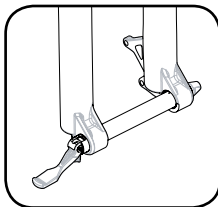

Fig. 2
1. Coloque a patilha Maxle na posição aberta (fig. 2). Certifique-se de que o manípulo entra na respectiva ranhura do eixo.